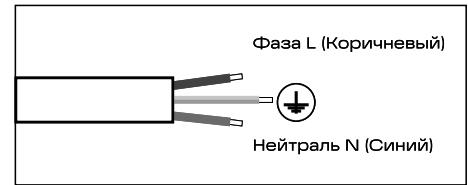

Рис. 5
- 5.12 Отключите питание и подключите кабель, выведенный из светильника согласно схеме на рис. 5.